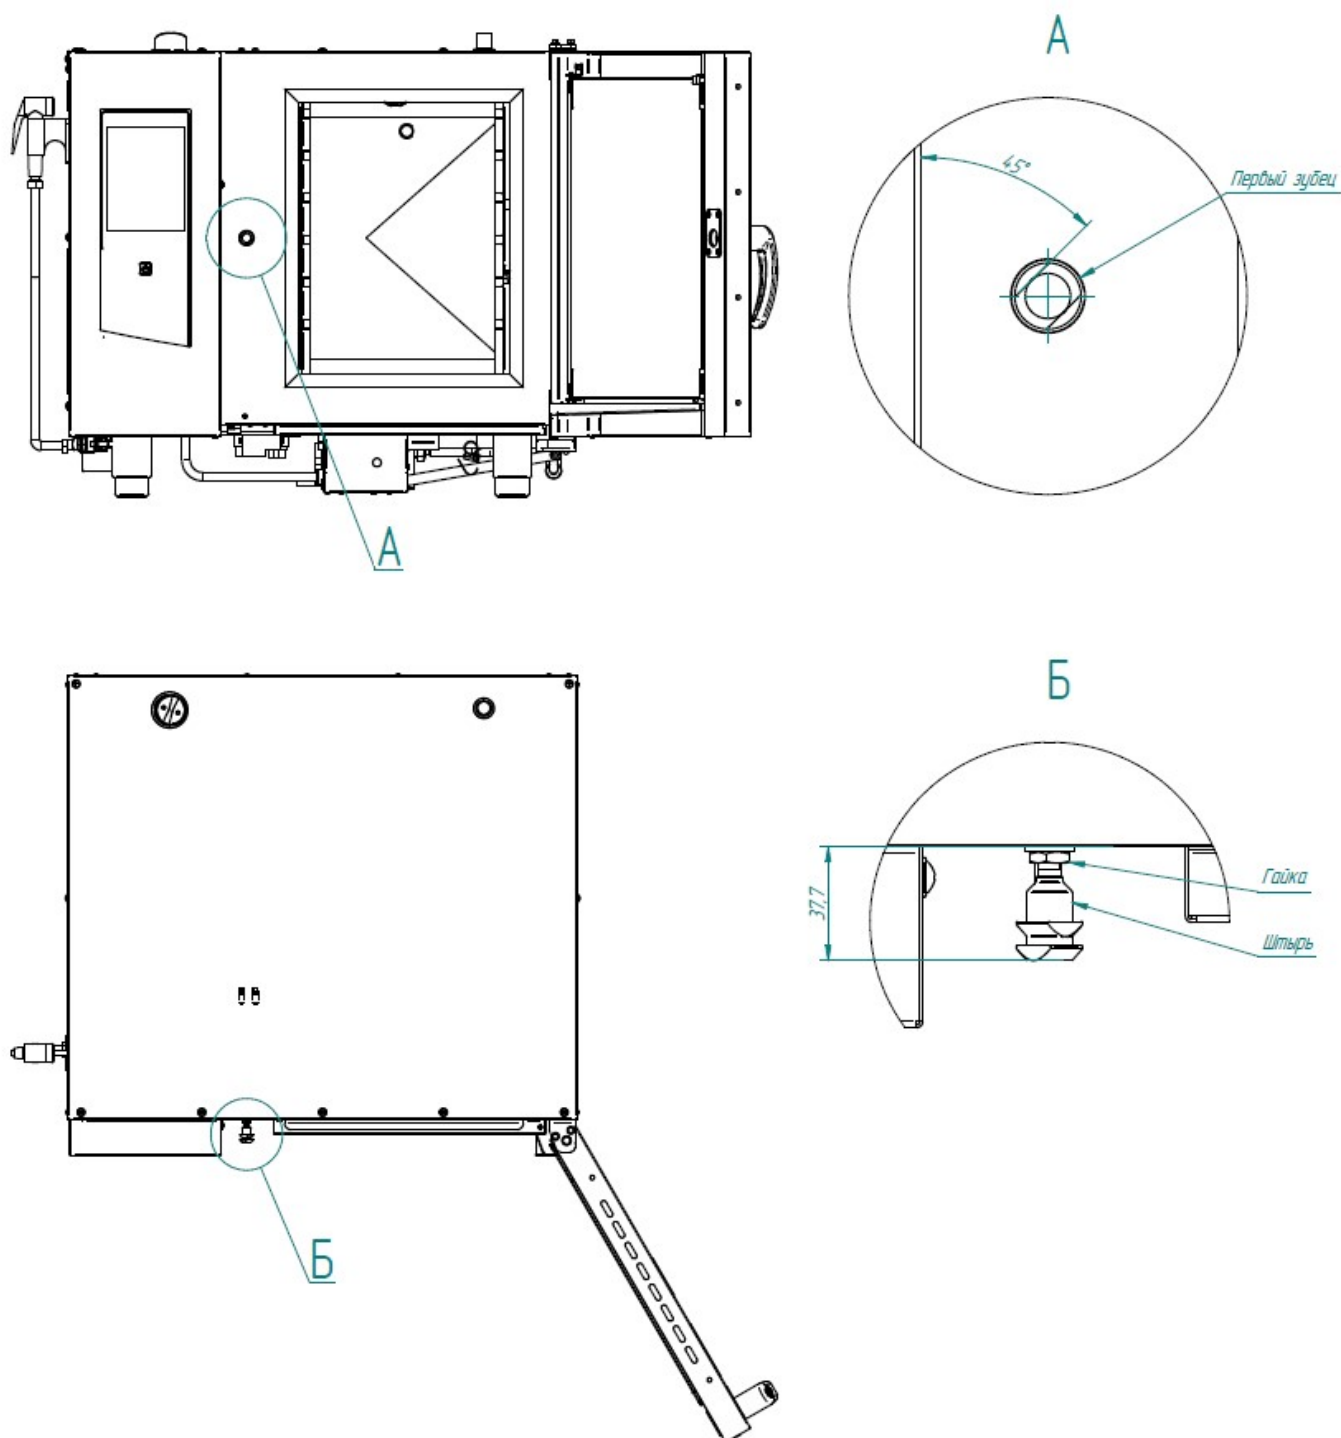

Рис. 28. Регулировка замкового устройства
При ослаблении уплотнителя и/или плотности прилегания двери пароконвектомата необходимо отрегулировать положение штыря (рис. 28). Для этого необходимо:
- отрегулировать положение штыря согласно указанным размерам и положению зубцов (при ослаблении профиля штырь необходимо закручивать, т.е. уменьшить размер 37,7мм, выдерживая угол 45° – см. рис. 28);